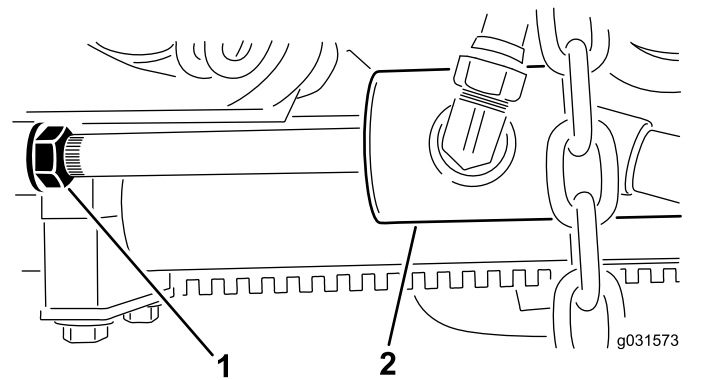

Figura 8
B. Afloje la contratuerca del cilindro (Figura 8).